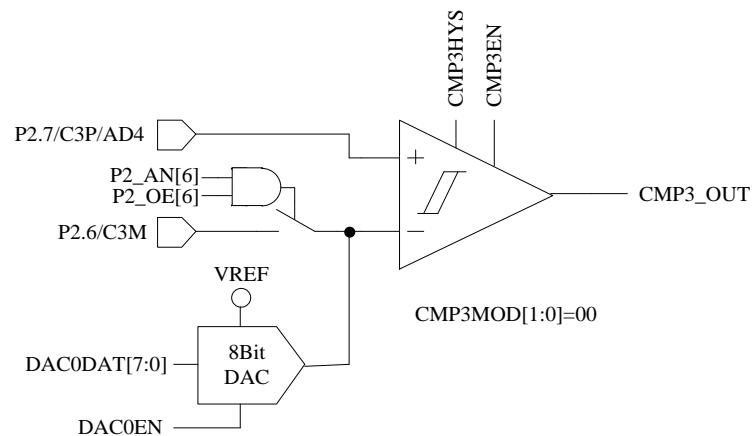

图 30-2 单比较器输入模式
- 配置 $CMP_CR1[CMP3MOD] = 00$ ，CMP3 为单比较器输入模式，具体输入输出端口及接法如图 30-2 所示